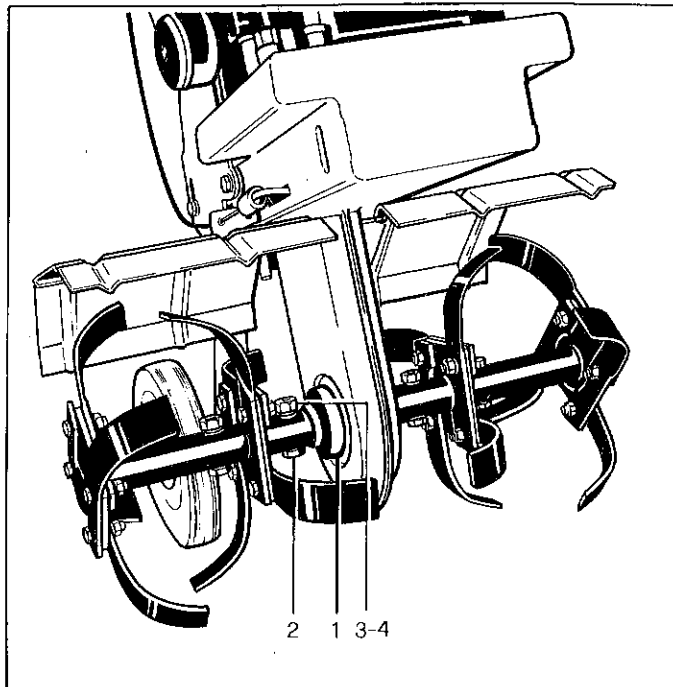

Fig. 10
2. Infilare il mozzo delle frese (fig. 10, particolare 1) all'albero della motozappa tenendo presente che:
3. Bloccare la fresa a zappette all'albero della motozappa mediante le viti (2), le rondelle (3) e i dadi (4).
2. Fit the tiller hub (1, fig. 10) to the motor-hoe shaft. Make sure that:
3. Fasten the hoe-tiller to motor-hoe shaft by means of screws (2), washers (3) and nuts (4).
2. Introduire le moyeu des fraises (1, fig. 10,) sur l'arbre de la motohoue. S'assurer que:
3. Bloquer la fraise à binettes à l'arbre de la motohoue à l'aide des vis (2), des rondelles (3) et des écrous (4).
2. Die Nabe der Fräsen (Detail 1, Bild 10) auf die Welle der Motorhacke aufschieben, wobei auf folgendes zu achten ist:
3. Die Hackenfräse mit der Welle der Motorhacke durch die Schraube (2), die Scheibe (3) und die Mutter (4) befestigen.